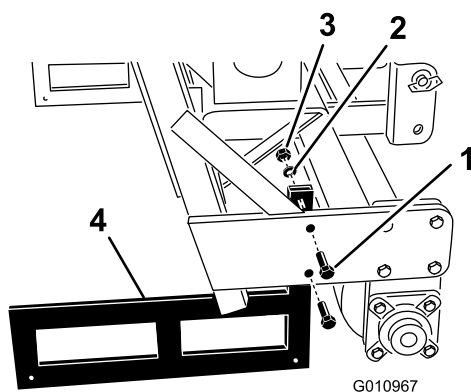

Figura 32
2. Retire los pernos y las tuercas que sujetan los soportes de almacenamiento a cada extremo del aireador (Figura 32).